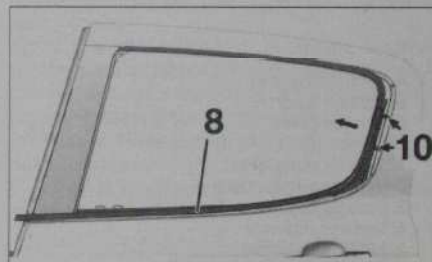

Fig. 120
- Dégrafer le joint lève-vitre extérieur (8) comme illustré en (10) et en suivant la flèche (Fig.120).